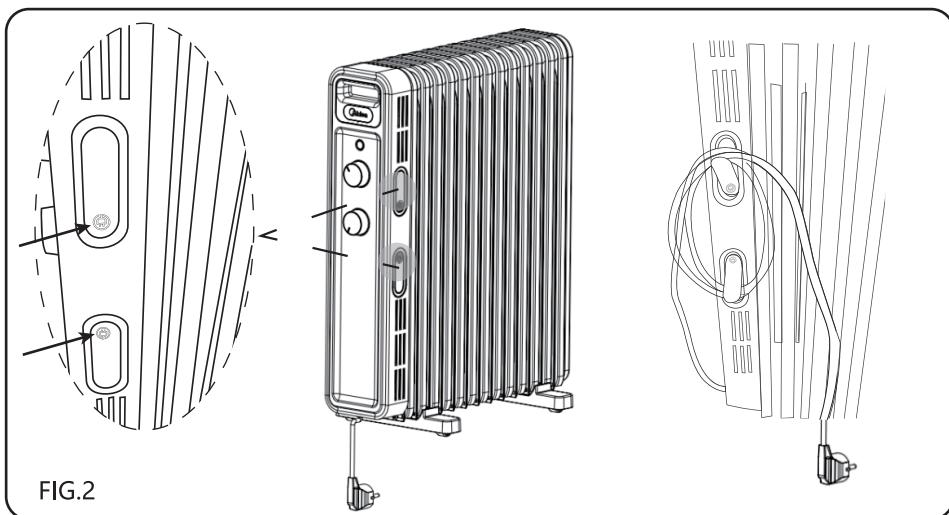

FIG.2
4. Utilisez le dispositif d'enroulement du câble pour ranger le câble après utilisation.(- FIG.2)